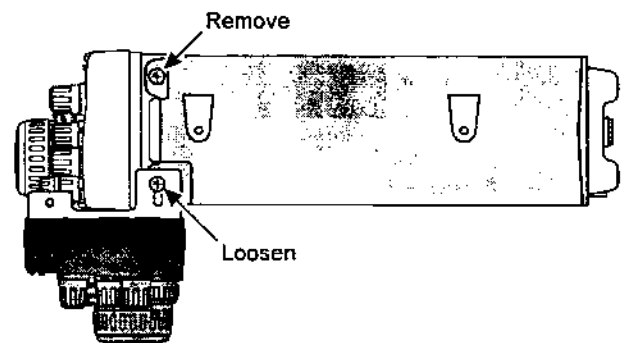

Abbildung 4
- ② Entfernen Sie die beiden in Abbildung 4 gekennzeichneten Befestigungsschrauben für die Frontplatte, lösen Sie die beiden anderen Befestigungsschrauben für die Frontplatte, und klappen Sie die Frontplatte um.